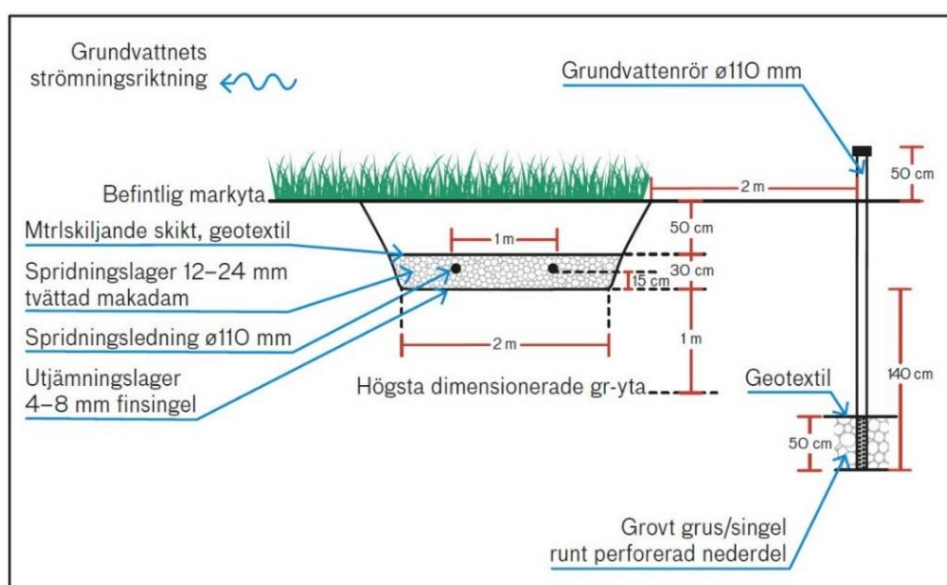

Figur 1. Detaljritning, permanent kontrollpunkt för grundvatten vid infiltration
- Botten på röret bör ligga minst 140 cm under infiltrationsnivån, se figur 1 och 2.